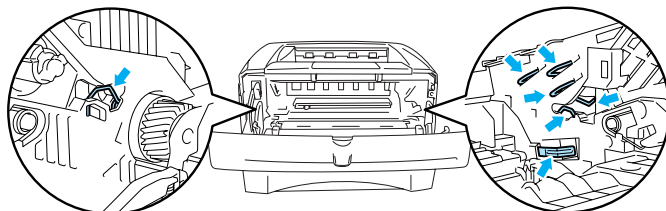

图 5-17
- 为了防止因静电对打印机所造成的损坏，切勿触摸下图 5-17 中所示的电极。